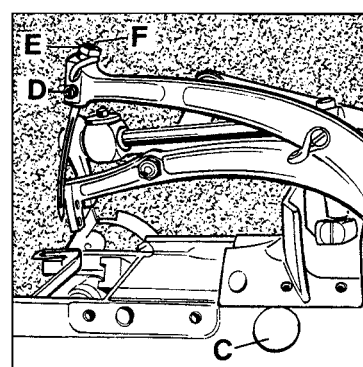

Fig.7
If adjustment is required remove plug (C, Fig. 7). Set screw for looper shaft is accessible through this hole. Loosen the screw and move the looper shaft to the right or to the left to obtain the 4 mm (5/32") respectively the 3.6 mm (9/64") distance. The looper point should pass as close as possible to the back of the needle without contacting it. Clearance 0.08 to 0.13 mm (0.003 to 0.005 in.). Retighten screw and remount the plug.
If adjustment is necessary, loosen set screw (D, Fig. 7) and remove needle, then loosen lock nut (E) and regulate the height adjustment screw (A). Now reset stop screw (B) in feed dog to maintain the adjusted feed dog height.
Ist eine Einstellung notwendig, entfernen Sie den Verschlussstopfen (C, Fig. 7). Durch diese Bohrung ist die Befestigungsschraube für die Greiferwelle zugänglich. Lösen Sie die Schraube und schieben Sie die Greiferwelle nach rechts oder links, bis der Abstand 4 bzw. 3,6 mm erreicht ist. Die Greiferspitze soll so dicht wie möglich hinter der Nadel vorbei gehen, ohne diese zu berühren (0,08 - 0,13 mm Abstand). Ziehen Sie die Schraube wieder an und montieren Sie den Verschlussstopfen.
Ist eine Einstellung notwendig, lösen Sie die Befestigungsschraube (D, Fig. 7) und entfernen Sie die Nadel; dann lösen Sie die Mutter (E) und regulieren die Höhen-Einstellschraube (F) entsprechend auf die richtige Nadelhöhe. Ziehen Sie die Mutter (E) wieder an, damit diese Einstellung erhalten bleibt.